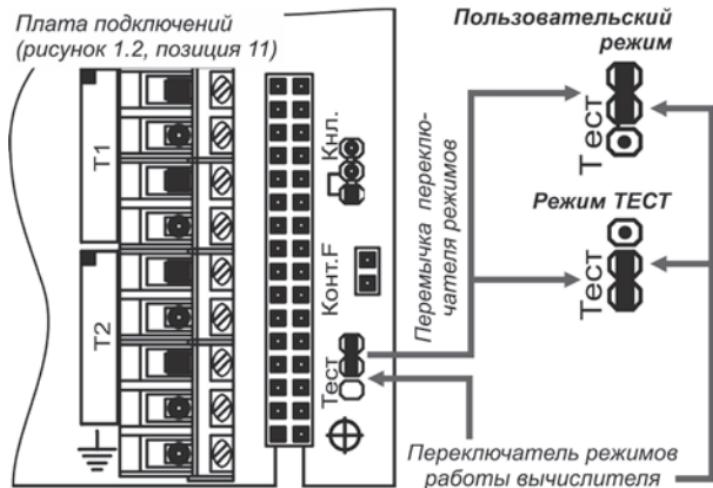

Рисунок 2.4 – Установка режимов работы вычислителя
- перевести вычислитель в режим ТЕСТ, установив перемычку переключателя режима работы вычислителя (рисунок 1.2, позиция 13), в положение ТЕСТ,смотрите рисунок 2.4;